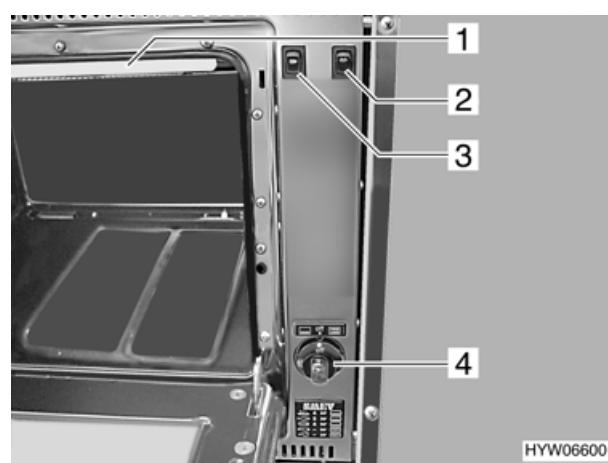

Fig. 76 Forno a gas
- Posizionare il pomello girevole (Fig. 76,4) sulla posizione forno o girarrosto .
- Girare il pomello girevole (Fig. 76,4) in posizione "off".
- ▶ Durante l'uso del grill togliere la bandella di protezione (Fig. 76,1) e lasciare sempre lo sportello del forno aperto fino a metà corsa.
- ▶ Il motore del girarrosto può essere messo in funzione usando l'interruttore a bilico (Fig. 76,3) sia selezionando la funzione "Cottura" sia la funzione "Grill".